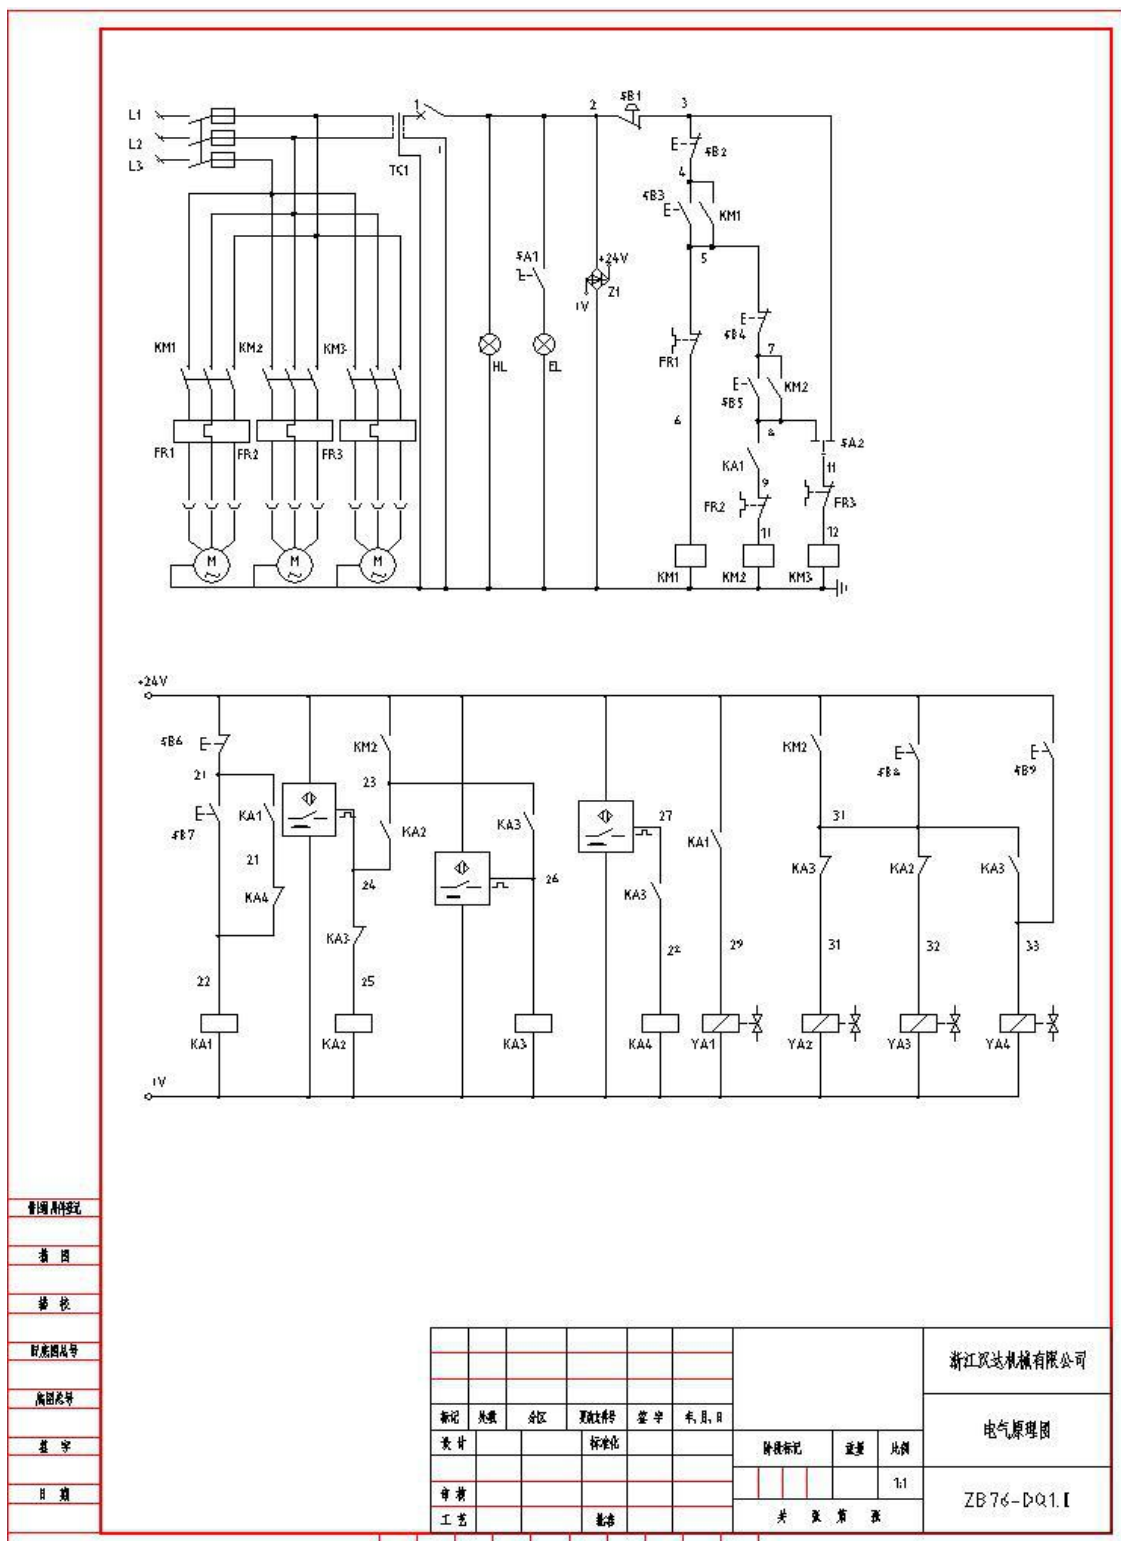

图 12 电气控制原理图
闭合电源（QS1）和（QS2）后，信号灯（EL）亮。在急停按钮（SB1）闭合的情况下可以对机床进行操作。首先是按“液压启动”（SB3）按钮，按钮上的绿色指示灯亮说明油泵已启动。按下“液压停止”（SB2）可以对油泵停止。在“液压启动”的前提下，按下“夹紧”（SB5）按钮，对工件夹紧方可工作，按“松开”（SB4）按钮，可松开工件。在工件夹紧的情况下，按“工作”（SB7）按钮，油缸使工作台向上运动，主电机工作带动钻头转动，工作台上升一段行程后，调速阀碰块与液压行程调速阀接触，使工作台运动由快速向上运动转为慢速向上运动，钻头开始切削，进入切削状态，通过旋转液压行程调速阀旋钮，可以改变上行速度快慢，移动液压速度碰块位置可以改变传动机架快进工进的行程，当钻头切削结束时：行程上限位调节块碰到行程开关，机头反向下行，当行程下限位调节块碰到接近开关时，工作台停止下行，移动行程上/下限位调节块，可以改变工作台上/下行位置。旋转节流阀旋钮，可以调节工作台上行速度。（见 P10 图 12）
2. 电气控制原理图，见图 12。